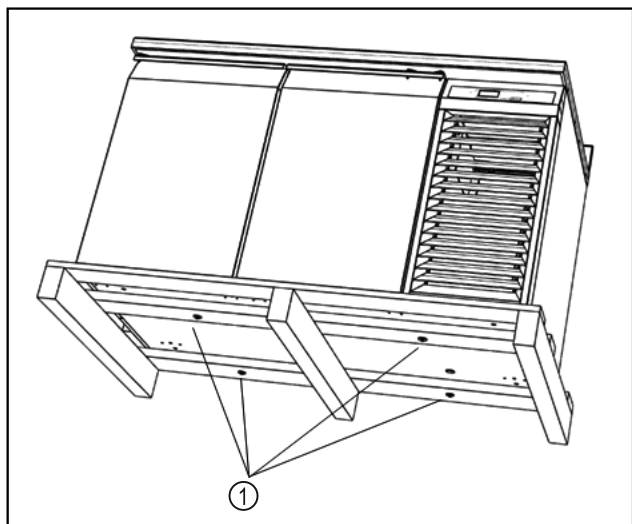

Fig. 7
- ▶ Îndepărtați șuruburile. Fig. 7 (1)